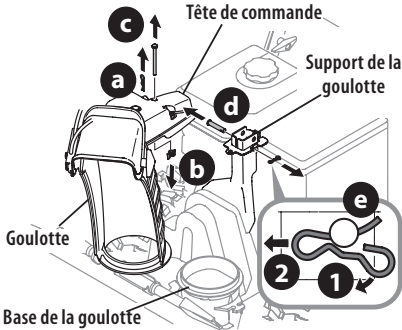

Figure 19
1. Retirez la goupille fendue (a), l'écrou papillon (b) et le boulon (c) qui se trouvent sur la tête de commande de la goulotte. Puis, enlevez l'axe de chape (d) et la goupille fendue (e) du support de la goulotte. Voir Figure 19.